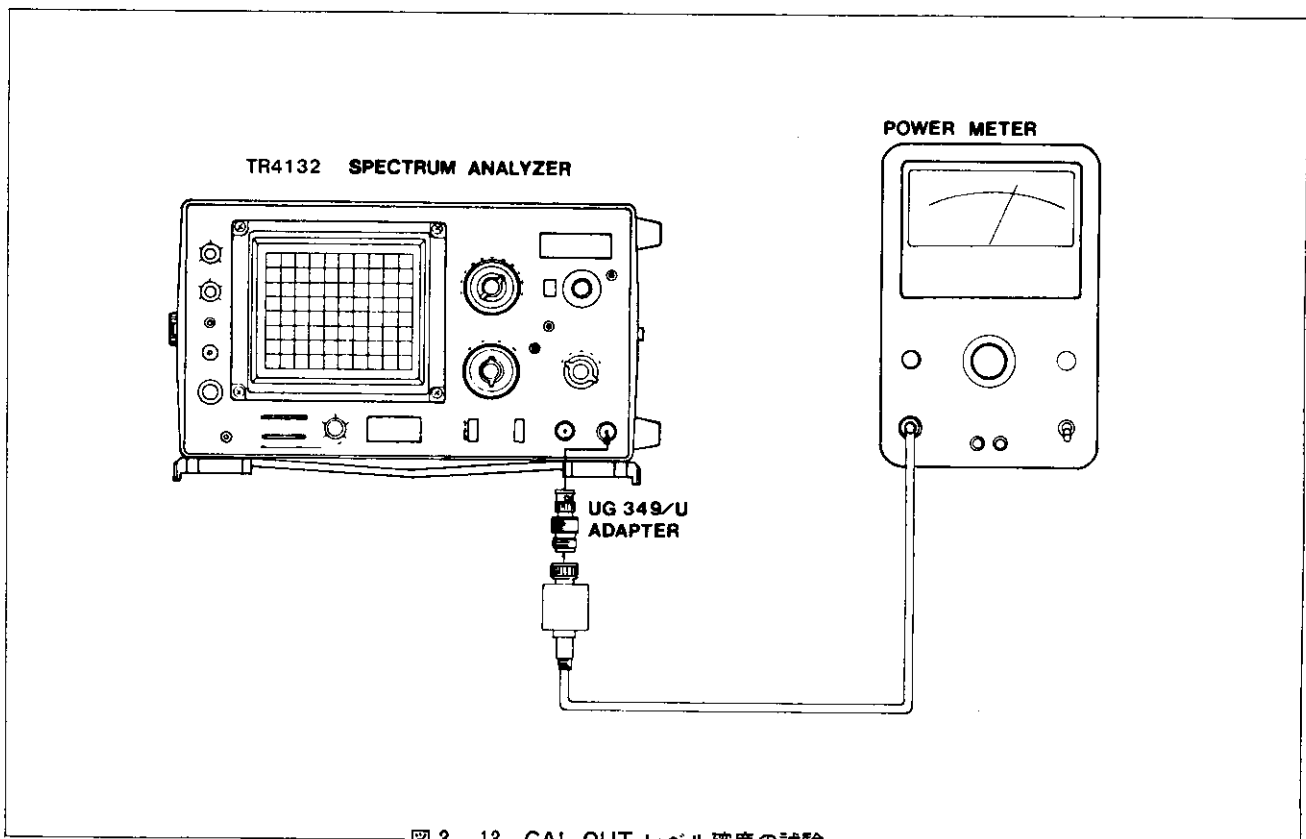

図 3-13 CAL. OUT. レベル精度の試験
1. 高周波パワー・メータを本器の **CAL. OUT.** 端子に〔図 3-13〕のように接続してキャリブレーション出力信号のレベルを測定します。